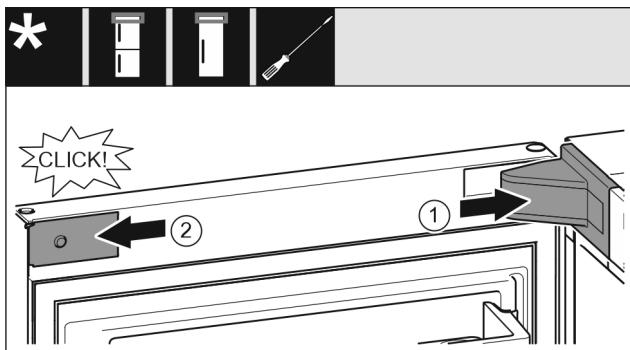

Fig. 23
- Поставете и фиксирайте капака на лагерната стойка, при нужда внимателно го натиснете настрани. Fig. 23 (1)
- Поставете странично капачката и я фиксирайте. Fig. 23 (2)